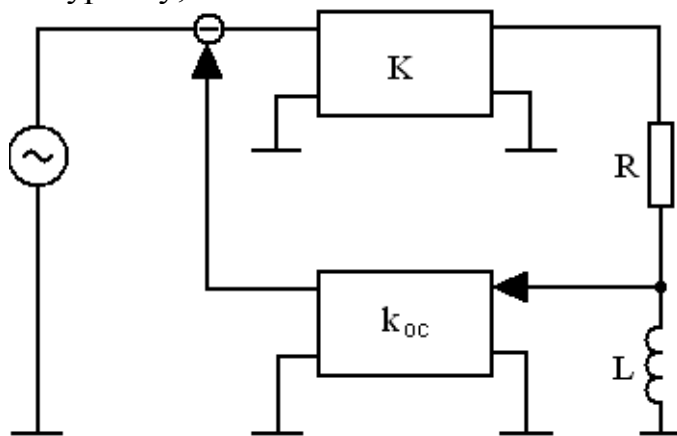

Рис.4.13. Схема усилителя с обратной связью и индуктивной нагрузкой
1. Вывести формулы передаточной функции, АЧХ, ФЧХ и переходной характеристики для схемы усилителя с обратной связью, представленной на рис.4.13;